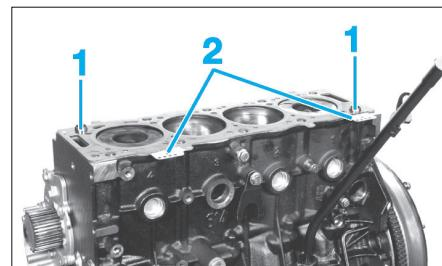

Fig. 65
- S'assurer de la présence des douilles de centrage (1) sur le bloc-cylindres et du sens correct du joint de culasse (2) (Fig.65).